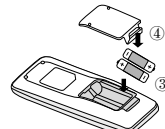

Fig.2
3. Coloque duas pilhas de 7# (AAA 1,5V), e certifique-se da posição de “+” polar e “-” polar está correcto (como mostrado na Fig 2. ③).
4. Reinstalar a tampa (como mostrado na Fig 2. ④).